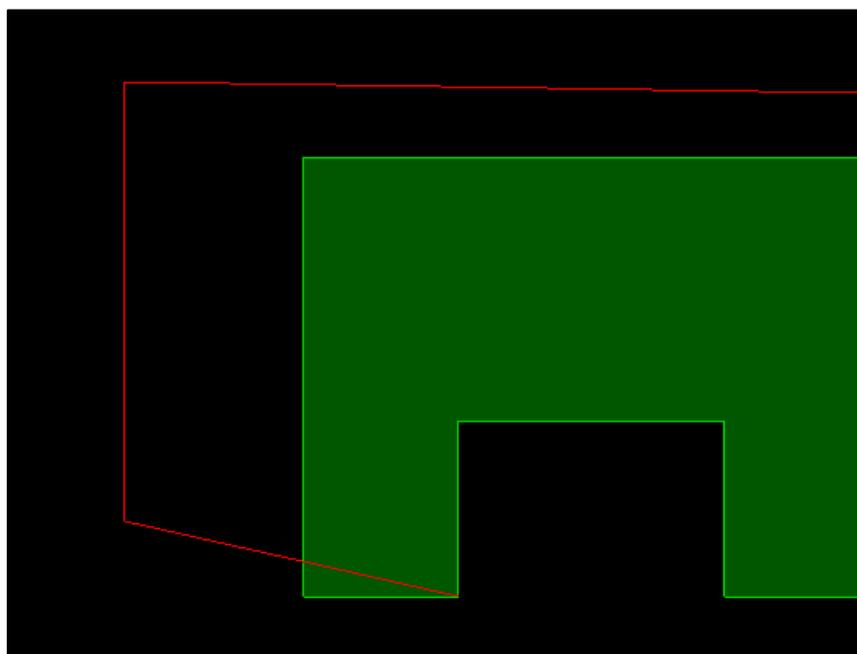

Рис. 6.52 Движение границы полигона при значении поля Click->Move.
- **Move** – При клике мышкой на границе полигона, эта граница прицепится к мышке и начнёт передвигаться за курсором (Рис. 6.52).